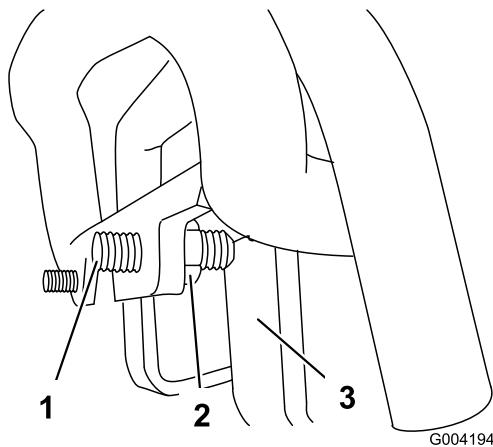

Bild 53
3. Falls die Zugmaschine nach **links** zieht, lockern Sie die **rechte** Klemmmutter und stellen Sie die Spurweiten-Stellschrauben vorne am Fahrtrieb ein (Bild 53).
4. Falls die Zugmaschine nach **rechts** zieht, lockern Sie die **linke** Klemmmutter und stellen Sie die Spurweiten-Stellschrauben vorne am Fahrtrieb ein (Bild 53).